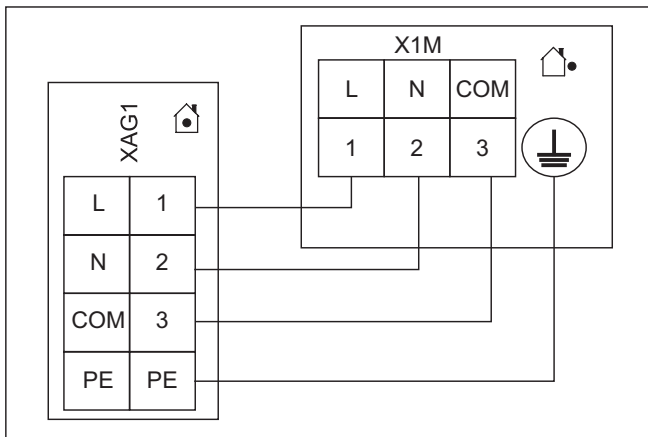

Fig. 4-35 Ligação aparelho exterior da bomba de calor
- 2 Ligar o aparelho externo da bomba de calor à régua de bornes XAG1 (ver Fig. 4-35).